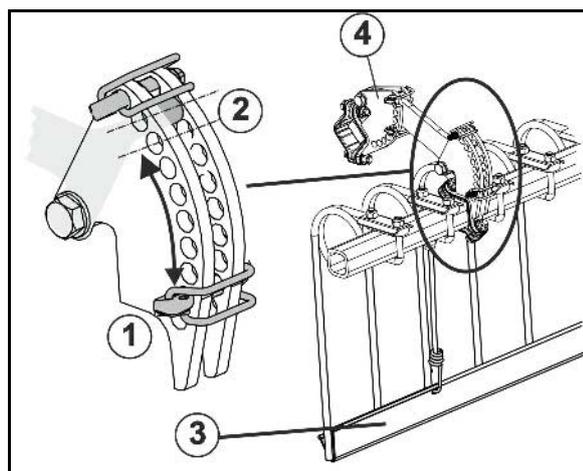

Fig. 36
- Colocar la barra de seguridad vial (Fig. 36/3).
- fijar las púas utilizando un perno de fijación (Fig. 36/1) en posición 2.